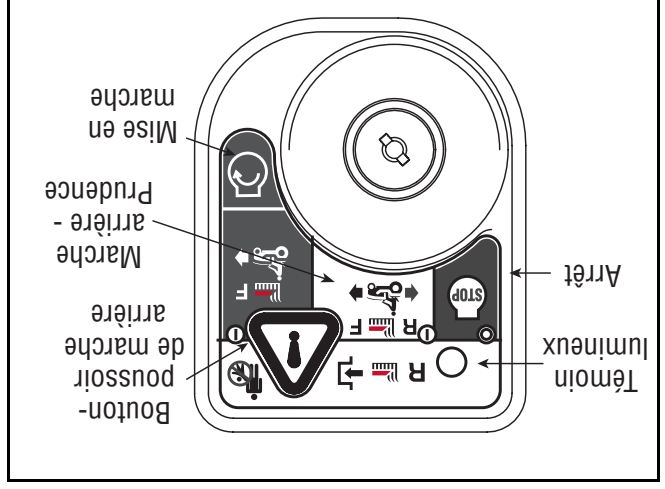

Figure 10
• Pour vous déplacer en MARCHÉ ARRIÈRE, assurez-vous qu'il n'y a pas d'obstruction derrière vous, puis appuyez lentement sur la partie inférieure de la pédale d'accélérateur avec la plante de votre pied (et pas votre talon) jusqu'à l'obtention de la vitesse désirée. Voir la Figure 10.
arrière - Prudence). Voir la Figure 10.
embrayée. Voir la Figure 10.